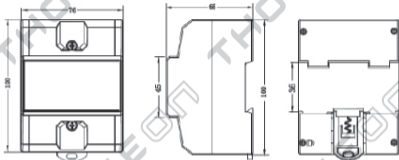

Abbildung 2
5.3 Montagemaße (Abbildung 2) mm